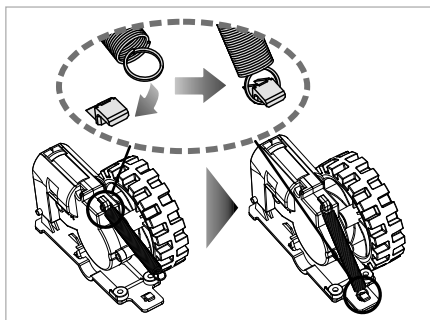

Fig. 24
- 5) Fixez le ressort sur le support de roue et le recouvrement de roue 19/35 (voir fig. 24).